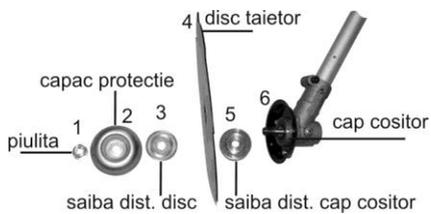

Fig. 1.2
7. Лостът за ускорение работи и отговаря на команди. Монтирането на режещия диск се извършва правилно, както е показано по-долу - fig. 1.2